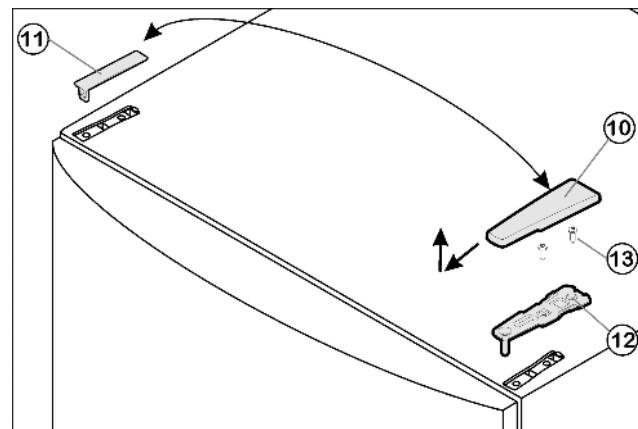

Fig. 4
- ▶ Потяните крышку Fig. 4 (10) вперед и вверх.
- ▶ Снимите крышку Fig. 4 (11).
- ▶ Открутите верхний опорный кронштейн Fig. 4 (12)(2 шт. Torx® 25) Fig. 4 (13) и вытяните вверх.
- ▶ Установите верхний опорный кронштейн Fig. 4 (12) на новой стороне шарнира и защелкните в дверце.
- ▶ Прикрутите верхний опорный кронштейн Fig. 4 (12) **(с моментом 4 Нм)** (2 шт. Torx® 25) Fig. 4 (13). При необходимости проделайте отверстия или используйте аккумуляторную отвертку.
- ▶ Защёлкните крышку Fig. 4 (10) и крышку Fig. 4 (11) на противоположной стороне.